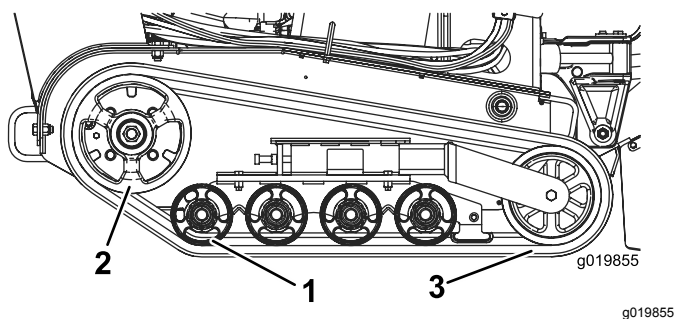

Figura 46
Importante: Assicuratevi di pulire a fondo le ruote non motrici e la ruota motrice (Figura 46). Quando sono pulite, le ruote non motrici devono girare liberamente.
8. Avvolgete il cingolo nuovo sulla ruota, iniziando dalla ruota motrice e controllando che i denti del cingolo si posizionino tra i distanziali della ruota (Figura 46).
9. Spingete il cingolo sotto le ruote non motrici (Figura 46).